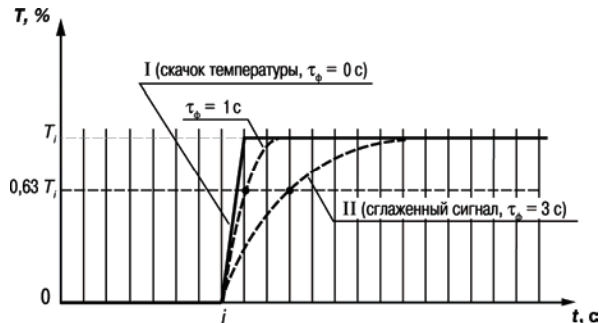

Рисунок 4
3.2.4.3 Во-вторых, фильтр устраняет шумовые составляющие сигнала, осуществляя его экспоненциальное сглаживание. Основой характеристикой экспоненциального фильтра является постоянная времени τ_ϕ – интервал, в течение которого сигнал достигает 0,63 от значения каждого измерения T_i (рисунок 4).